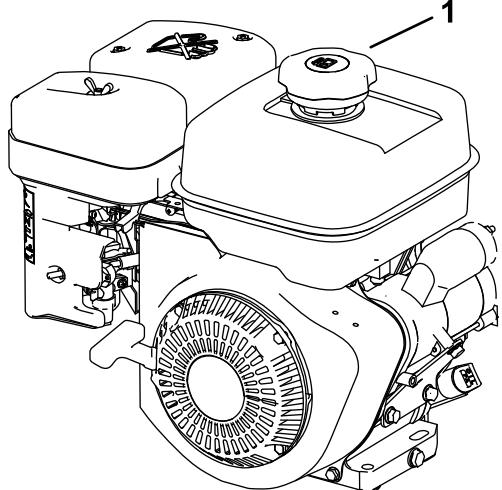

Figura 8
3. Limpe a zona em redor da tampa do depósito de combustível e retire-a (Figura 8).
4. Encha o depósito com combustível (Figura 8) até 6 a 13 mm da parte superior do depósito. **Não encha até ao tubo de enchimento do depósito.**